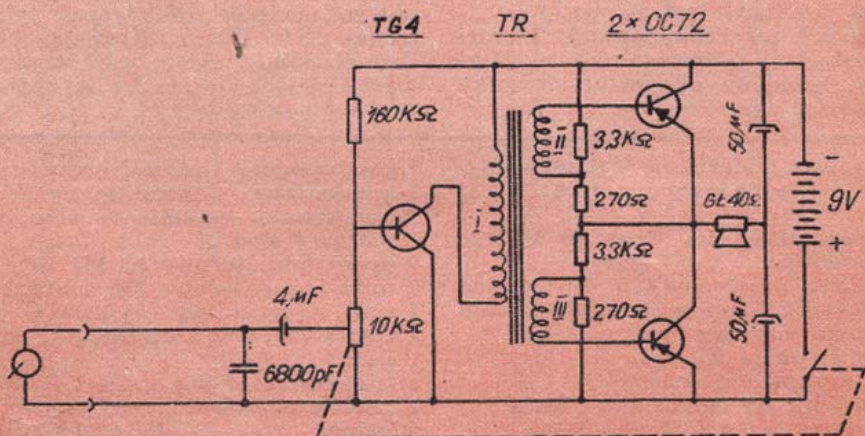

Rys. 4. Części napędu
gnięto dzięki zastosowaniu dodatkowej przekładni obniżającej obroty talerza. Dokładny sposób wykonania przeróbki pojęany jest na rysunku złożeniowym 5 i 6. Jedyną trudnością będzie wykonanie 2 rolek napędowych (rys. 4) oraz talerza o  $\phi$  130 mm i grubości 5 mm z otworem w środku o  $\phi$  6 mm. Te trzy części należy wykonać z metalu na tokarce. Pozostałą część, tj. ośkę z łożyskami, wykorzystano od starego potencjometru.
Sposób przerobienia tego łożyska oraz ośki podany jest na rys. 4. Łożysko trzeba tak skrócić, żeby po zamocowaniu w obudowie mechanizmu napędowego nie zaczepiało o niego. Następnie w łożysku tym osadzimy ośkę (od potencjometru), na której uprzednio zamocujemy na wcisk talerz oraz rolkę napędową (1). Również na wcisk założymy na oś mechanizmu patefonowego rolkę